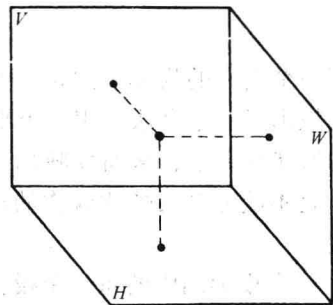

图 1-2 点的投影
(1) 一个点在空间各个投影面上的投影总是一个点，如图 1-2 所示。